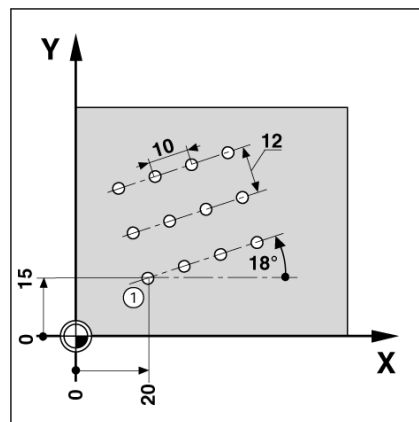

fig. I.48 Exemple d'un motif linéaire
**Exemple: Introduire les données du motif linéaire et exécuter celui-ci.** Cf. fig. I.48, fig. I.49 & fig. I.50.